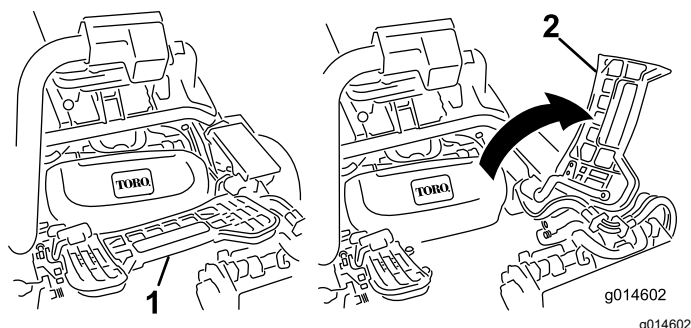

Figure 52
2. Relevez le repose-pieds pour accéder à la position de l'unité de coupe centrale (Figure 52).